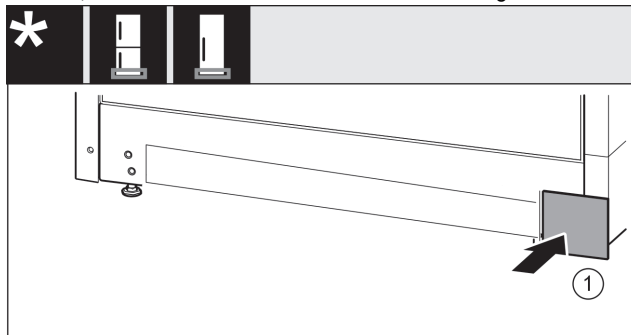

Fig. 50
- Abdeckung Fig. 50 (1) auf der anderen Seite wieder aufsetzen.